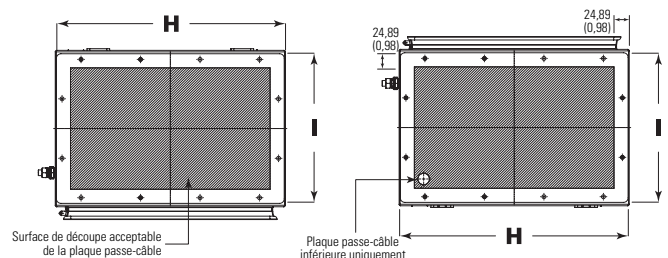

Figure 2 : Plan dimensionnel de la plaque passe-câble
1. Choisir un emplacement qui sera assez résistant et rigide pour supporter le disjoncteur principal STE et tous ses composants. Pour le montage, n'utiliser que du matériel en acier inoxydable d'une résistance appropriée. Installer les deux (2) vis de montage inférieures, sans les serrer.
2. Aligner avec les vis installées le boîtier pourvu de deux (2) supports de montage fendus. Tout en maintenant le boîtier en place, installer les deux (2) vis supérieures et serrer les deux (2) vis inférieures. Serrer fermement toutes les vis autour du boîtier avant de retirer le support.
3. Retirer les plaques passe-câble et percer les entrées de conduits désirées conformément au tableau d'espacement pour les moyeux Myers™ (sous la section « Données techniques ») et au plan dimensionnel de la plaque passe-câble (se reporter à la figure 2).